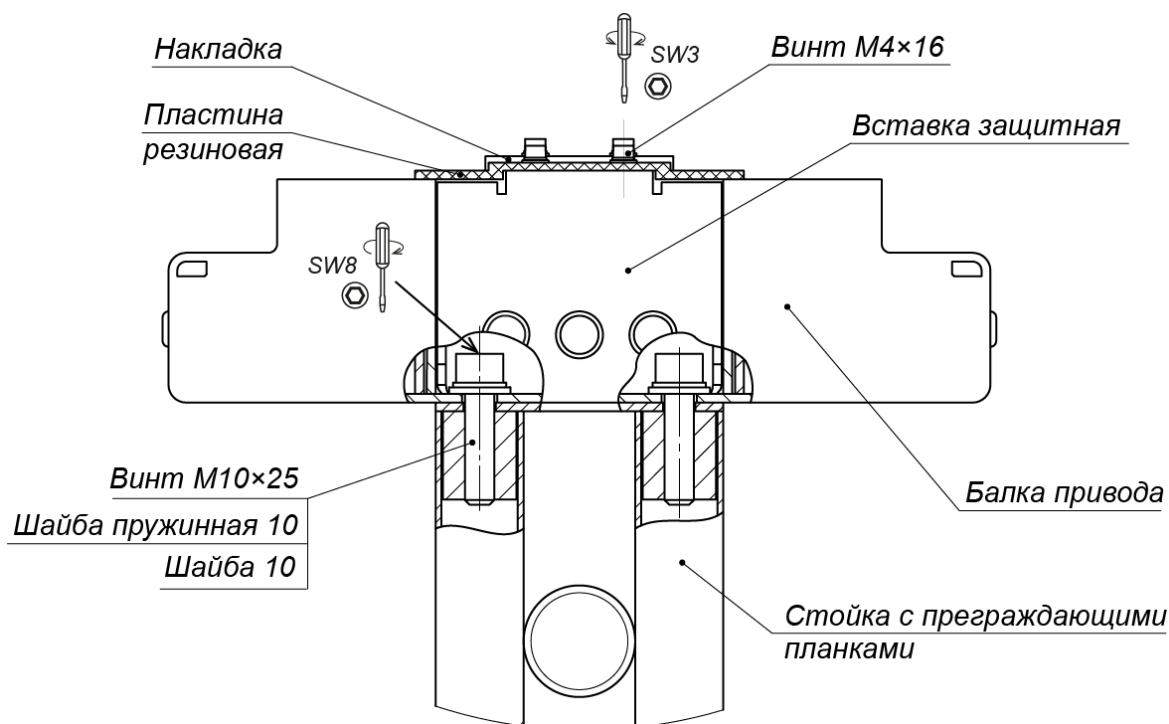
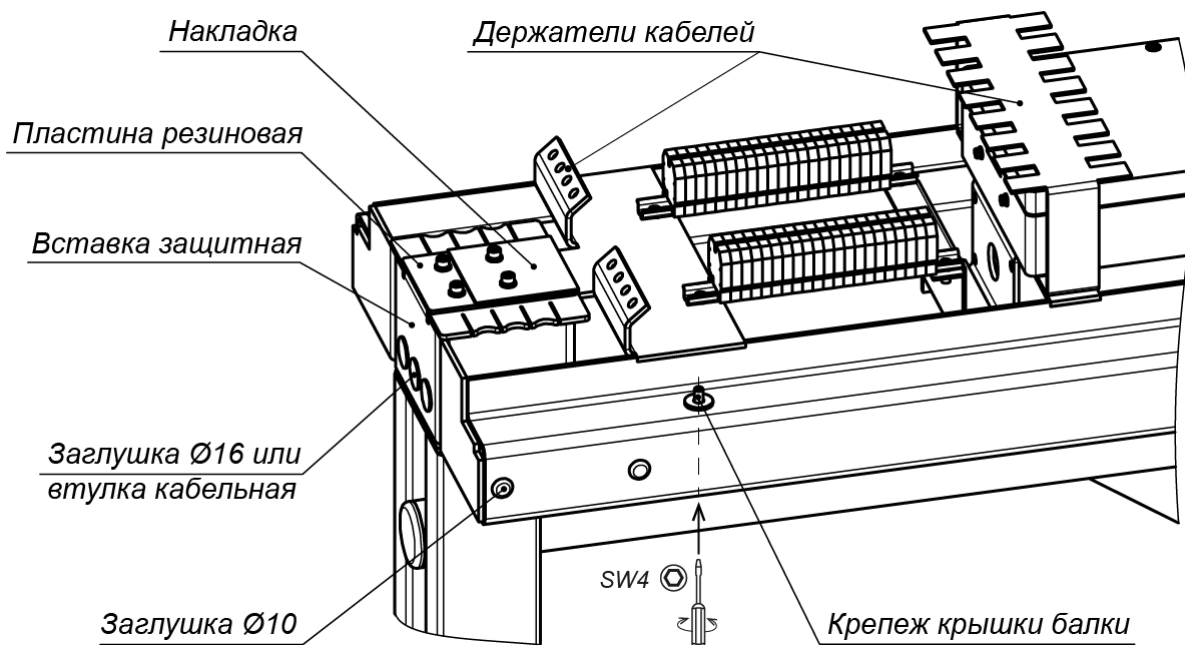

Рисунок 17. Крепление балки привода (8) к стойке с преграждающими планками (5)
Рисунок 18. Элементы балки привода
- Закрепите балку привода на стойке с преграждающими планками (5) двумя болтами M10x25, ключ SW8 (см. рис. 17) (для более удобного доступа к отверстиям можно предварительно снять накладку, резиновую пластину и вставку защитную, открутив четыре винта M4x16, ключ SW3, см. рис. 18).
26. Установите крышку (9) на балку привода (8):
- Вкрутите четыре невыпадающих винта М5 (ключ SW4), фиксирующие крышку балки (см. рис. 18).